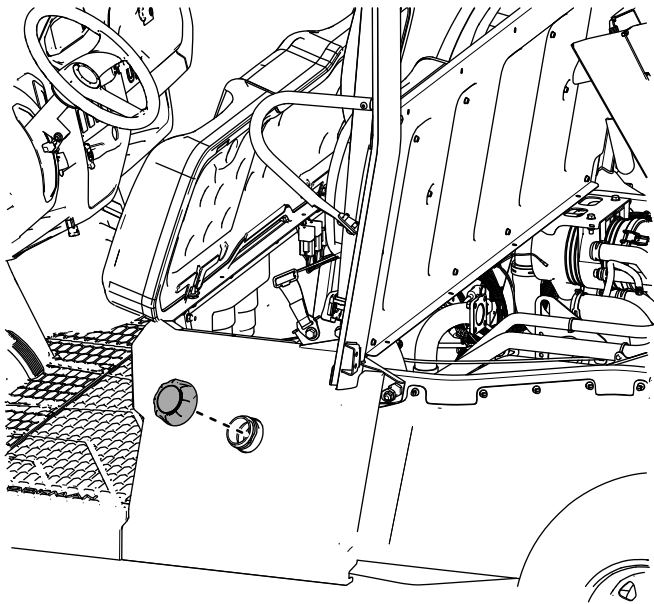

Figura 35
23. Installate il tappo del serbatoio del carburante sul pannello sedile di sinistra (Figura 35).